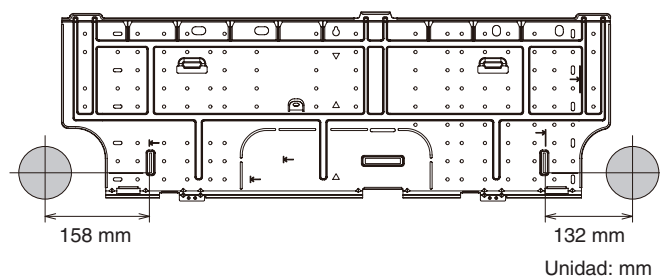

Fig. 3-6
- (1) Coloque el panel posterior de la unidad interior en la pared en la ubicación seleccionada. Asegúrese de que el panel esté en posición horizontal utilizando un nivel de carpintero o una cinta para medir hacia abajo desde el techo. Espere a realizar el corte del orificio antes de fijar el panel posterior a la pared.
- (2) Determine en qué lado de la unidad debe efectuarse la abertura para los tubos y el cableado. (Fig. 3-6)
En el caso de los tubos de la parte posterior izquierda, utilice los puntos de medición 158 mm de la posición marcada en el panel posterior para colocar de forma precisa la salida de la manguera. (Fig. 3-6)